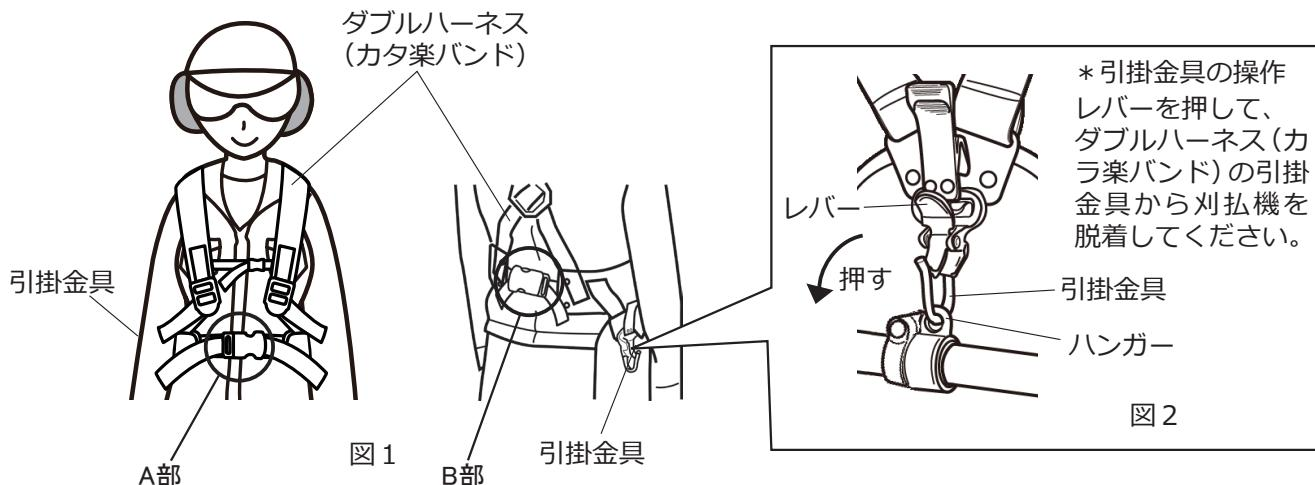

図3
- ④ 本製品を体の右側に吊り下げ、図3のように刈刃が地面と平行になるように、ダブルハーネス(カタ楽バンド)の長さを調整してください。